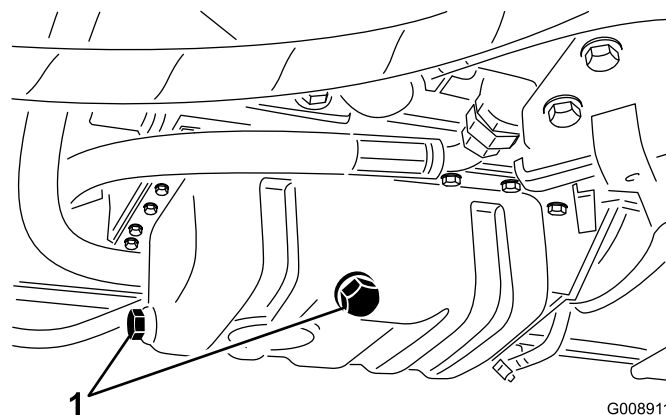

図 45
1. ドレンプラグ（図 45）の片方を外し、排出されるオイルを廃油受け容器に回収する。オイルが抜けたらドレンプラグを取り付ける。